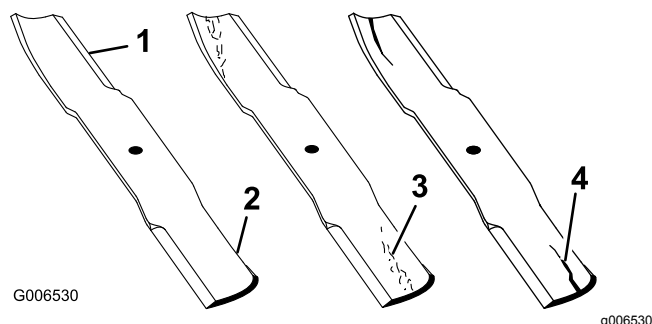

Figure 41
1. Examinez le tranchant des lames (Figure 41).
2. Inspectez les lames, surtout la partie relevée (Figure 41).
Remarque: Remplacez immédiatement toute lame endommagée, usée ou qui présente une entaille (repère 3 de la Figure 41).